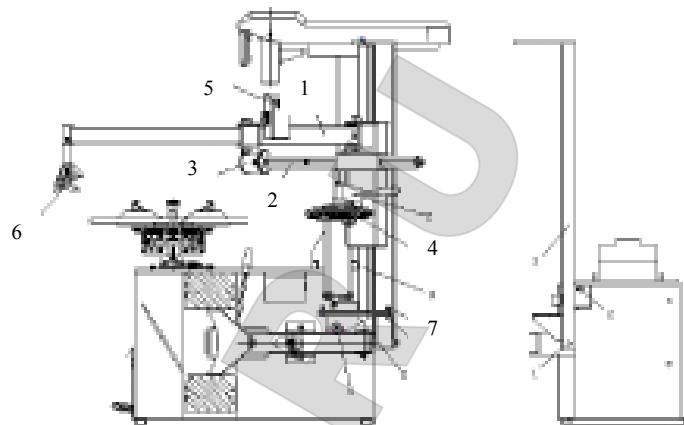

Рис.16
17.7. Сборка (Рис. 16)
17.8. Функциональные части: (рис. 16)